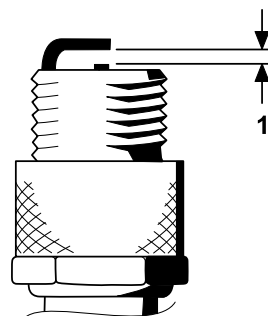

Figura 35
4. Impostate la distanza tra il centro e il lato degli elettrodi a 0,76 mm, come illustrato nella Figura 35.